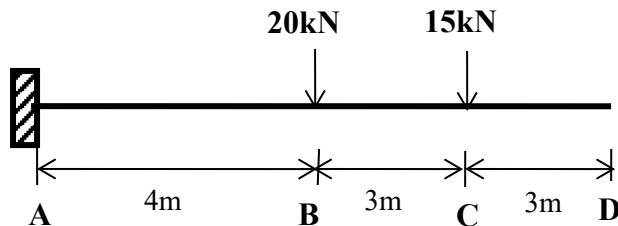

Figure A2 (c) / Rajah A2 (c)
- Figure A2 (b) (ii)**
Sebuah rasuk berkeratan rentas segiempat seperti ditunjukkan dalam Rajah A2 (b) (ii) dibawah dikenakan tegasan ricih maksimum 30kN. Tentukan daya ricih pada jarak 50mm dari paksi neutral.**Figure A2 (b) (ii) /Rajah A2 (b) (ii)**
- (c) A cantilever beam is subjected to a load as shown in **Figure A2 (c)** by using area moment method. Given: $A_y = 35 \text{ kN}$; $M_A = 185 \text{ kNm}$